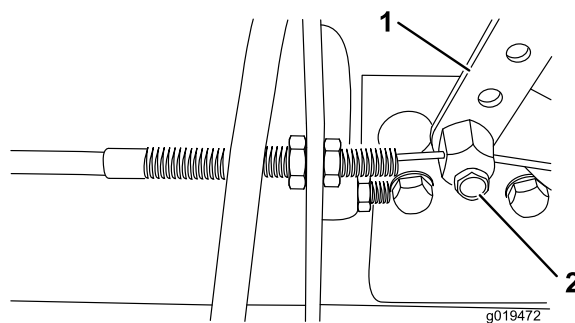

Bild 59
2. Lockern Sie den Anschluss des Bowdenzugs am Arm der Einspritzpumpe (Bild 59).